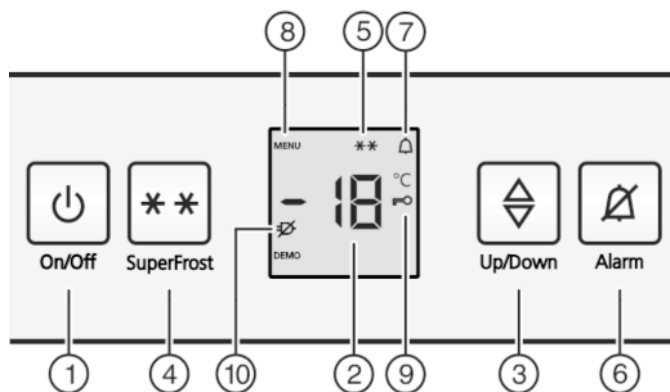

Fig. 2
- ▶ Appuyez sur la touche marche/arrêt Fig. 2 (1).
- ▶ Activer le mode de réglage : appuyer sur la touche SuperFrost Fig. 2 (4) pendant env. 5 secondes.
- ▷ Le symbole Menu Fig. 2 (8) apparaît dans l'affichage.
- ▶ Confirmez en appuyant brièvement sur la touche SuperFrost Fig. 2 (4).
- ▷ Le symbole Sécurité enfants Fig. 2 (9) s'allume dans l'affichage.
- ▶ Appuyer brièvement sur la touche On/Off Fig. 2 (1).
- ▷ Le symbole Sécurité enfants Fig. 2 (9) s'éteint.
- ▶ Appuyer sur la touche Alarme Fig. 2 (6).
L'affichage de la température clignote en même temps que le symbole Alarme Fig. 2 (7).
L'avertisseur sonore s'éteint automatiquement et le symbole Alarme Fig. 2 (7) et l'affichage de température arrêtent de clignoter lorsque la température est de nouveau suffisamment froide.